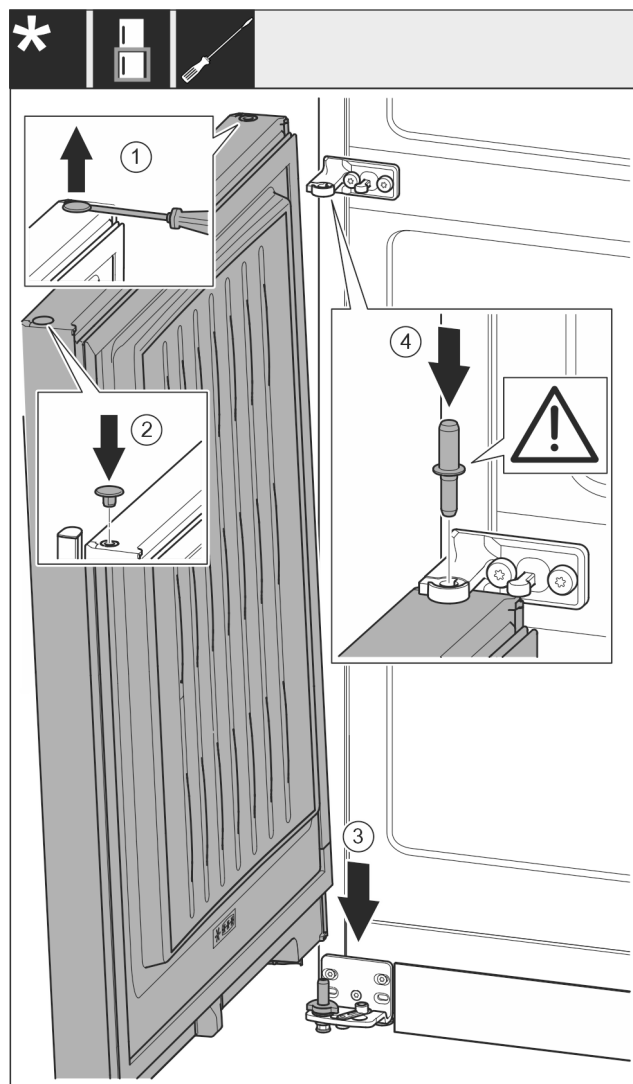

Fig. 56
- Zátku Fig. 56 (1) opatrně nadzvedněte plochým šroubovákem a vytáhněte.
- Zátku Fig. 56 (2) opět vložte na druhé straně dveří.
- Dveře Fig. 56 (3) nasad'te shora na dolní ložiskový čep.
- Prostřední ložiskový čep Fig. 56 (4) vložte do dolních dveří přes prostřední stojan ložiska. Přitom dávejte pozor, aby zajišťovací vačka směřovala dozadu.